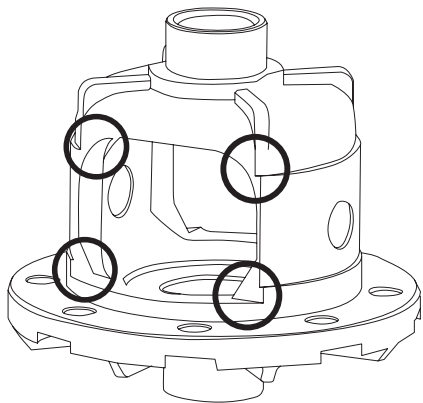

Рис. 2
5. При установке блокировки в корпус дифференциала Suzuki Jimny в местах, отмеченных на **Рис. 2**, необходимо снять часть металла, используя круглый напильник (**см. раздел Инструменты**).